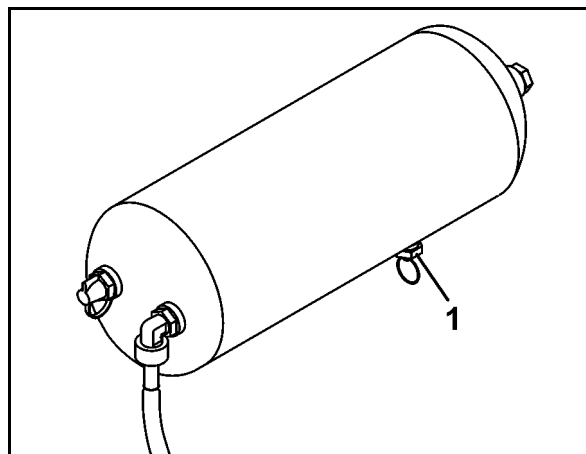

Fig. 121
1. Ziehen Sie das Entwässerungs-Ventil (Fig. 121/1) über den Ring solange in seitlicher Richtung, bis kein Wasser mehr aus dem Luftbehälter ausfließt.